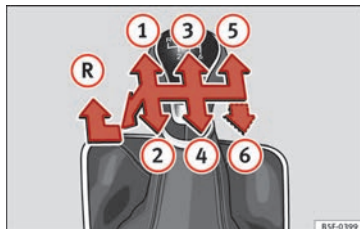

Fig. 54 Schema di un cambio manuale a 5 marce o a 6 marce.
Nella leva selettoria sono indicate le posizioni delle marce » **fig. 54**.
- Per inserire la retromarcia, con la leva selettoria in posizione di folle, spingerla verso il basso, muoverla a fondo a sinistra e quindi in avanti » **fig. 54** .